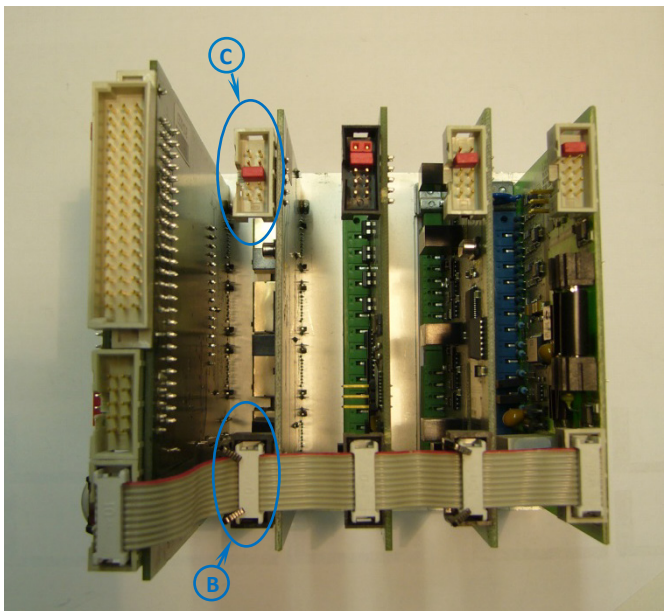

Fig. 5-6: Vista interior del panel porta tarjetas
- Asegúrese que la orientación de la tarjeta (arriba/abajo) es la correcta: En el lado opuesto, el conector de pins para la conexión al bus de I/O (con clip de retención) tiene que encontrarse abajo, en la parte posterior (⇒ Fig. 5-6, Posición B). El conector de pins para ajustar el número de tarjeta, se encuentra en la parte superior (⇒ Fig. 5-6, Posición C).
(en Fig. 5-6: 4 tarjetas)